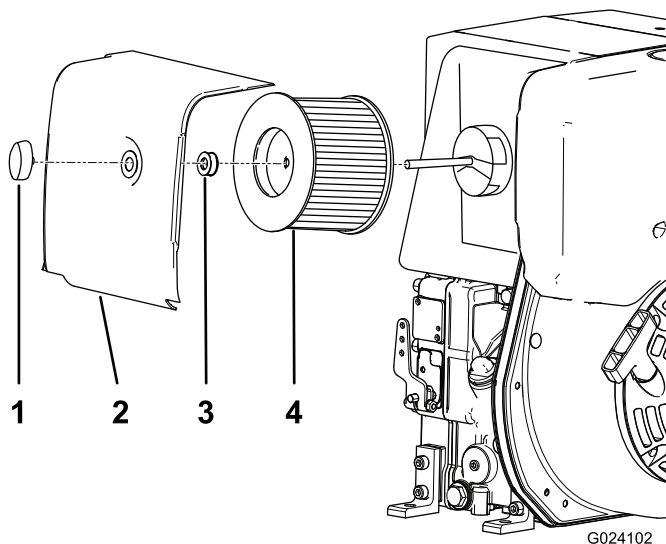

Рисунок 24
2. Отверните гайку крышки и снимите крышку (Рисунок 24).
3. Отверните гайку фильтра и снимите элемент (Рисунок 24).